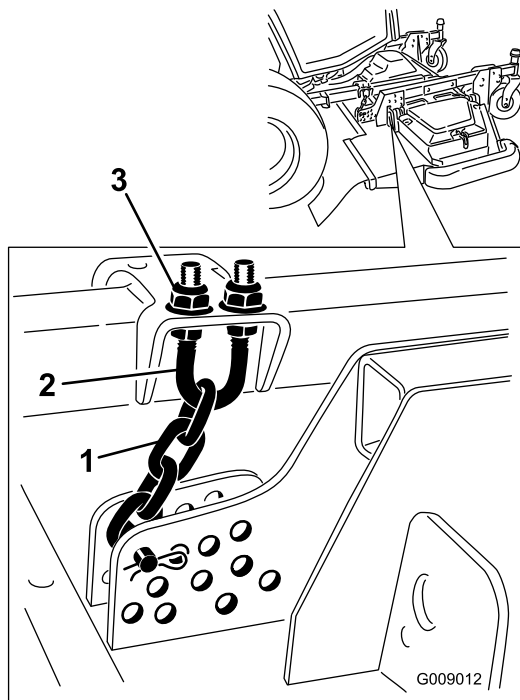

Figura 106
5. Afloje las contratuercas de la parte superior o inferior del perno en U de la cadena de altura de corte (Figura 106).